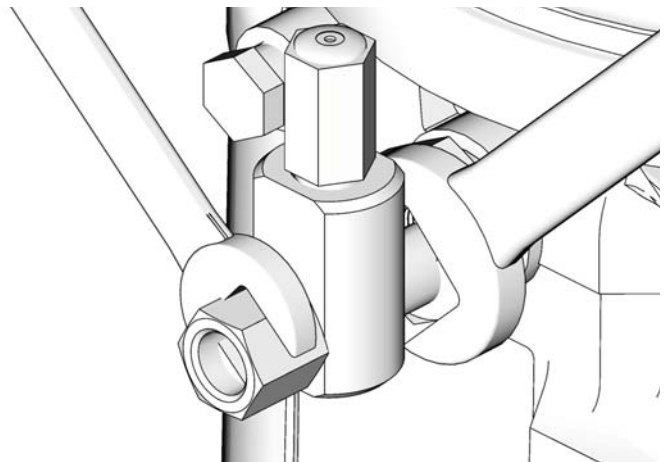

ABB. 11
1. Fitting des Pumpenelements lösen (ABB. 11).
3. Fitting des Pumpenelements mit zwei gegenläufig arbeitenden Schraubenschlüsseln festziehen (ABB. 11).